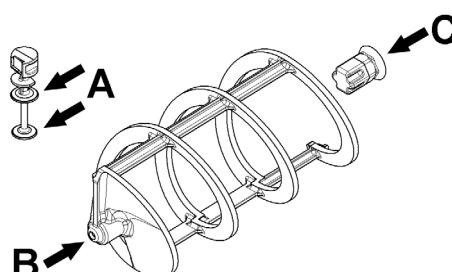

Bild 16
- 2** Den Kolben des Zapfhahns, den Sechskantanschluss und den Rührarm an den in (Bild 16) gezeigten Punkten schmieren, dabei ausschließlich das dem Gerät mitgelieferte Schmierfett oder andere Fette verwenden, die den Vorschriften der Nahrungsmittelindustrie entsprechen.